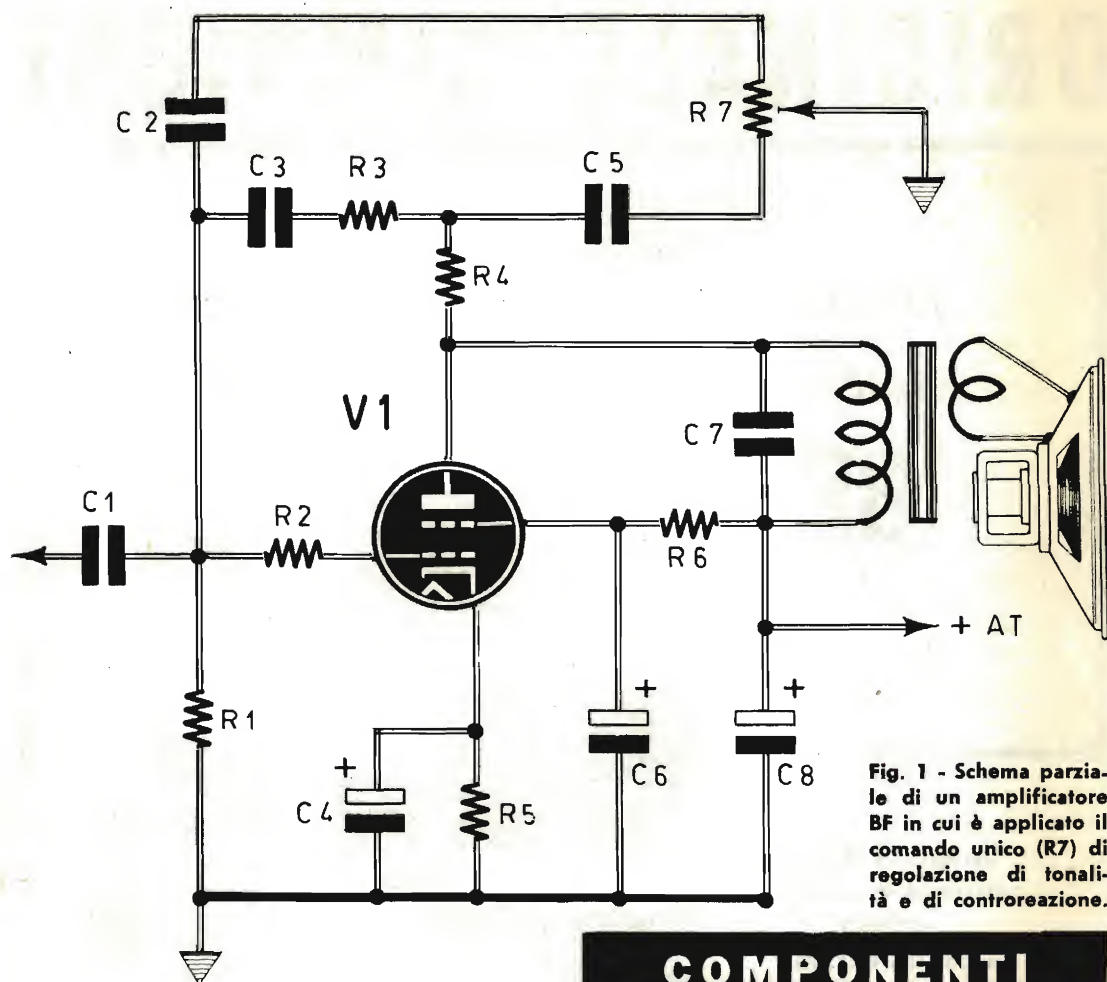

Fig. 1 - Schema parziale di un amplificatore BF in cui è applicato il comando unico (R7) di regolazione di tonalità e di controreazione.
**Fig. 1 - Schema elettrico dell'alimentatore. Il trasformatore T1 deve essere autocostruito secondo i dati riportati nel testo e nelle apposite tabelle. LP è una lampada-spia ad incandescenza a 6 volt. RS è un raddrizzatore al silicio di tipo BYZ14 della GBC, che è in grado di erogare una tensione massima di 40 A. e può essere sottoposto ad una tensione di 200 V. Le resistenze R1-R2-R3 sono autocostruite con spezzoni di filo al nichel-cromo, ricavati da vecchie resistenze fuori uso di vecchi fornelli elettrici. Il condensatore C1 è di tipo elettrolitico ed ha il valore capacitivo di 10 mF per una tensione di lavoro di 25-35 V. Questo alimentatore è in grado di erogare una tensione massima di 12 A., mentre la potenza elettrica del trasformatore T1 è di 240 Watt (12A x 20V = 240 W).**